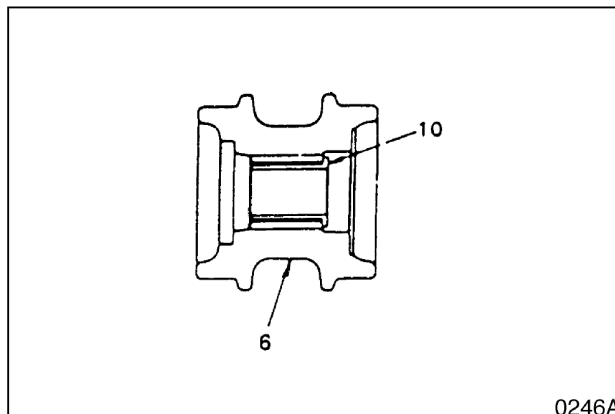

Рис. 45
1. Перед повторной сборкой обезжирьте, очистите и насухо вытрите все детали. Вставьте вкладыш (10, рис. 45) в каток (6).